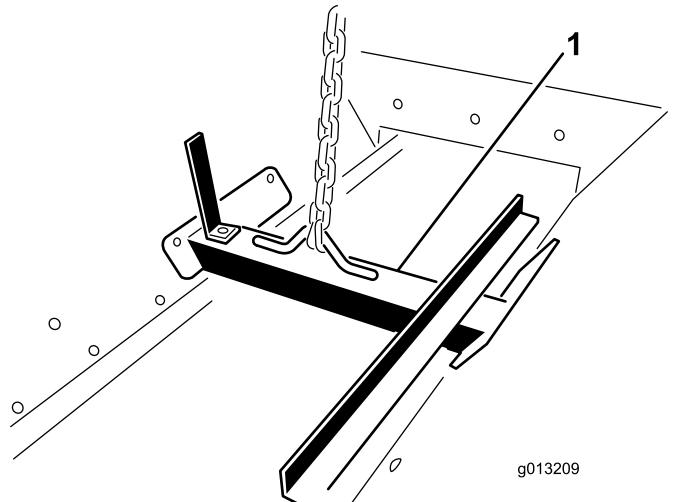

Figura 13
1. Ligue um dispositivo de elevação ao suporte de elevação aparafusado no interior do conjunto da tremilha (Figura 13).